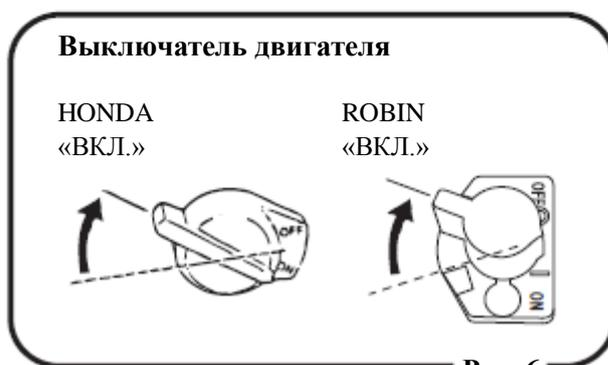

Рис. 6
4. Поверните выключатель в положение «ВКЛ.» (рис. 6).